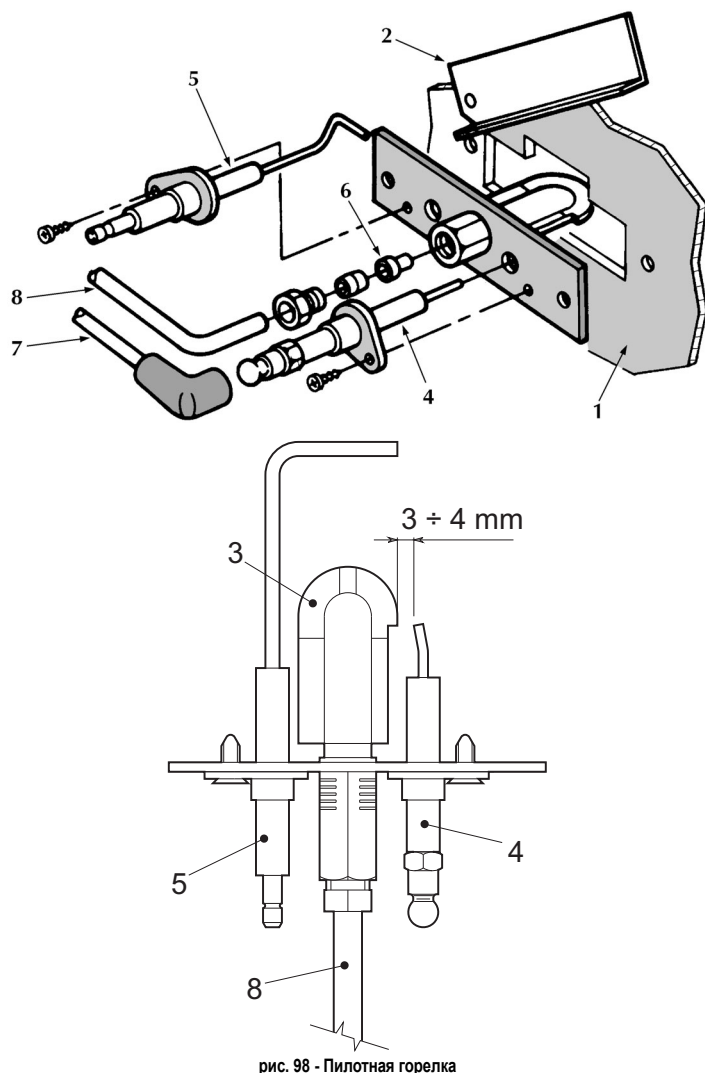

рис. 98 - Пилотная горелка
- Электроды не должны иметь накипи и быть правильно установленными (см. рис. 98).
Отсутствие искры между электродами	Проверьте правильность позиционирования электродов и отсутствие на них повреждений или отложений, проверьте также правильность искры (смотреть рис. 98) Проверьте электрические соединения электродов розжига и ионизации